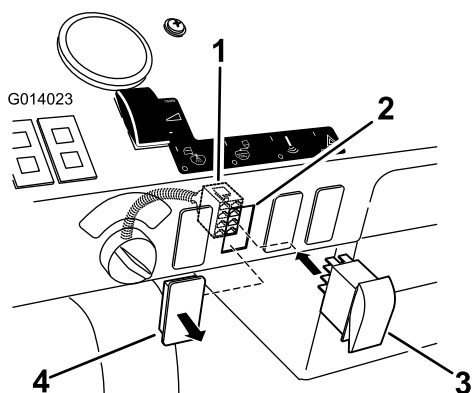

Figura 29
1. Individuate il tappo dell'interruttore del nebulizzatore sul cruscotto (Figura 29). È il secondo tappo a partire dalla chiave di accensione.
2. Rimuovete il tappo dal cruscotto (Figura 29).
4. Installate l'interruttore del connettore, attraverso il cruscotto con il LED sull'interruttore nella posizione superiore (Figura 29).